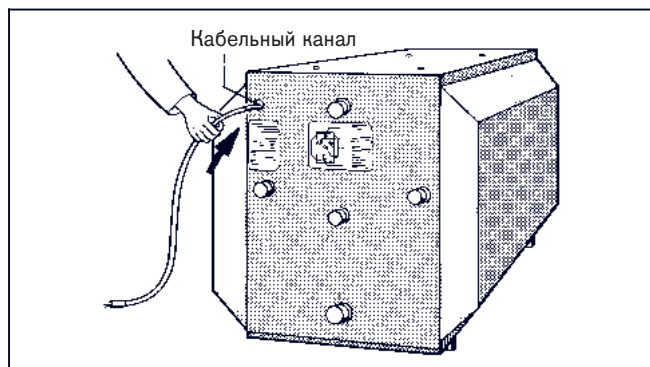

Рис. 6
- Ввести датчик регулятора температуры ГВС\* с задней стороны бойлера через отверстие кабельного канала (рис. 6).